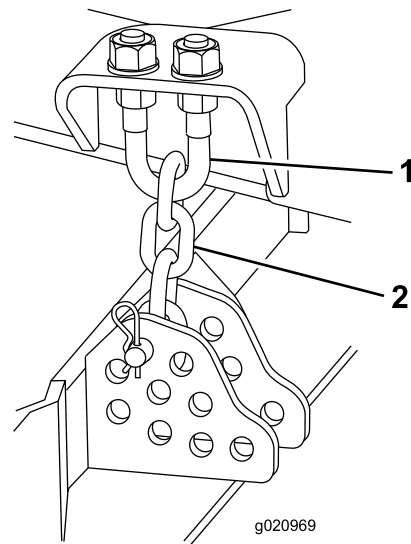

Figura 121
4. Retire el pasador de horquilla y el pasador que fijan las cadenas de ajuste de la altura de corte a la parte trasera de la carcasa de corte (Figura 121).